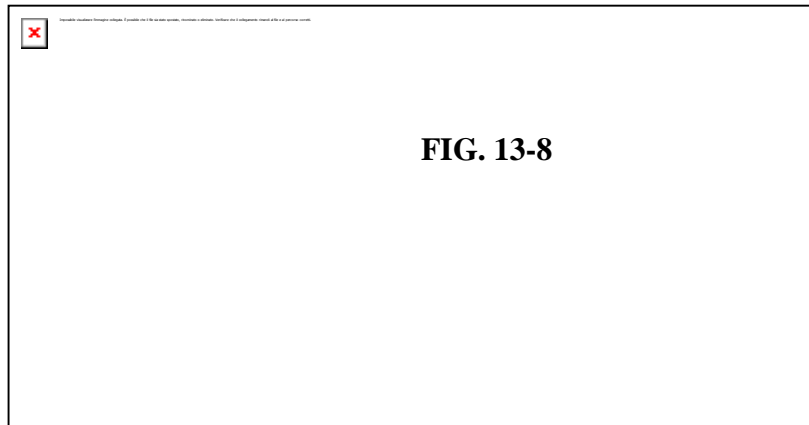

FIG. 13-8
Il formato completo di programmazione è il seguente (vedi **FIG. 13-8**).
La N.. X_{po} Z_{po} (**FIG. 13-8**) definita **dopo** la **G301** è quella che determina il primo punto (P0) del profilo finito.
La N.. X_{pn} Z_{pn} (**FIG. 13-8**) definita prima della **G300** è quella che determina l'ultimo punto (PN) del profilo finito.
Il profilo grezzo è determinato da due segmenti di retta una allineata lungo l'asse Z l'altra lungo l'asse X che partono dai vertici del profilo finito rispettivamente nei punti P0,PN (**FIG.13-8**).